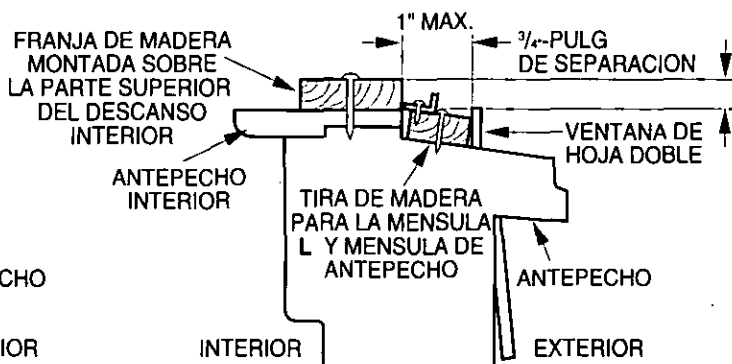

Fig. 5-2
2. Si la sobre-ventana estorba colóquese una tira de madera de 2" pulg de ancho a lo largo del descanso de la ventana por la parte que de internamente al cuarto, y en toda su extensión. La tira de madera debe ser lo suficientemente gruesa para elevar el descanso de la ventana, de tal manera que la unidad de aire acondicionado pueda ser instalada sin interferencia del marco de la sobre-ventana (storm window). Ver Fig. 5-2. La parte superior de la tira de madera debe estar aproximadamente a  $\frac{3}{4}$ " de pulg más alta que el marco de la sobre ventana, (storm window) para ayudar a que el agua de condensación de la unidad fluya hacia afuera.
3. Instale una segunda tira de madera (aproximadamente 6" pulg. de largo, 1- $\frac{1}{2}$ " pulg de ancho y mismo espesor que la primeratira de madera) en el centro del descanso exterior, póngala contra la parte posterior del descanso interior. Esto elevará la ménsula L como en la Fig. 5-2.